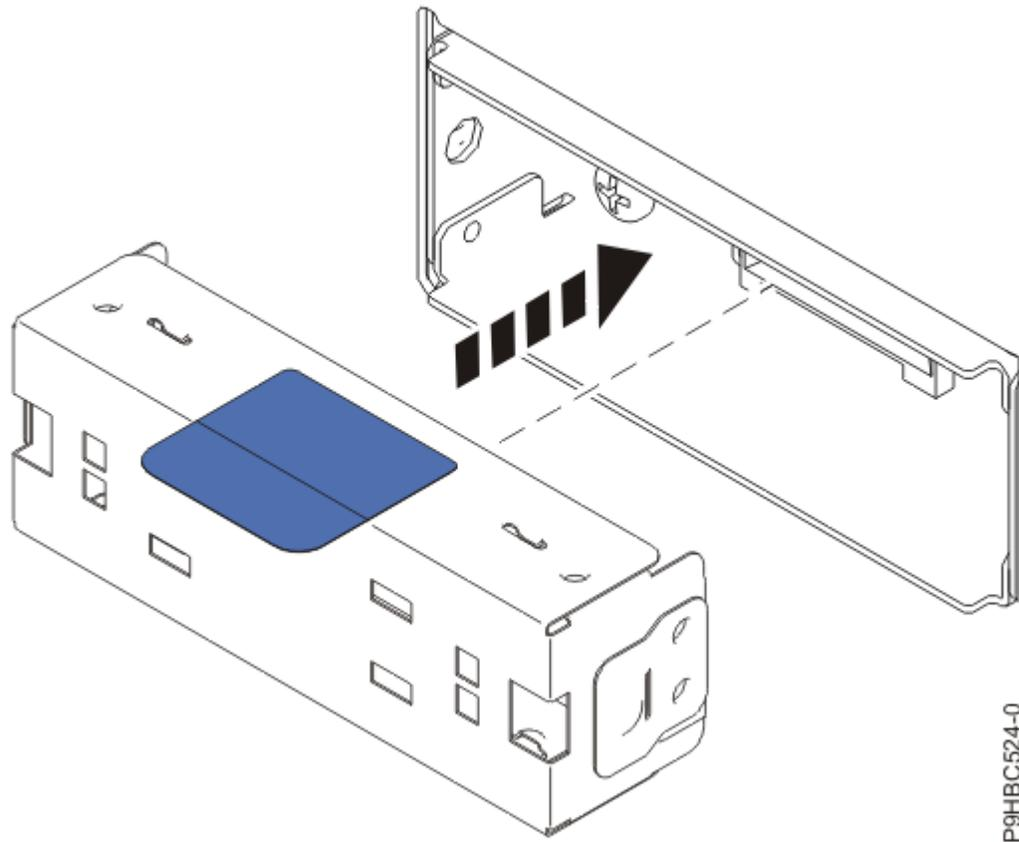

Abbildung 43. Anzeigen-Platzhalterelement einsetzen
3. Wenn Sie die Steuerkonsolenanzeige für ein anderes System verwenden möchten, ersetzen Sie sie durch eine Abdeckblende (siehe Abbildung 43 auf Seite 45).